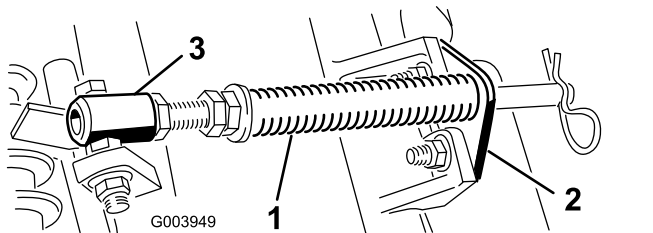

図10
- A. カッティングユニットのタブにロッドブラケットを固定しているキャリッジボルト2本を外す(図10)。
- B. スプリングチューブのボルトをキャリアフレームのタブに固定しているフランジナット(図10)を外す。